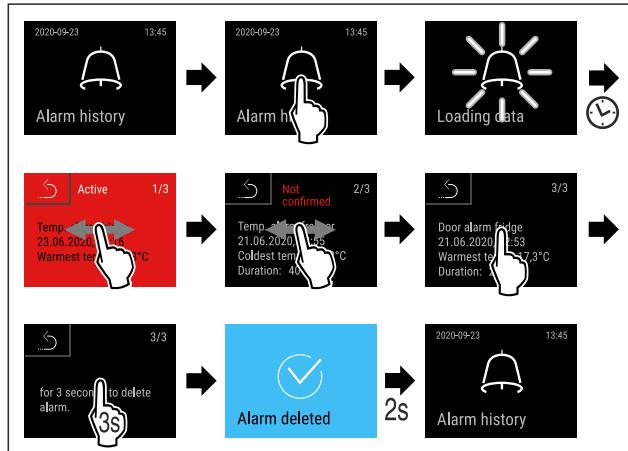

Fig. 156
- Seguir los pasos de procedimiento (consulte Fig. 156).